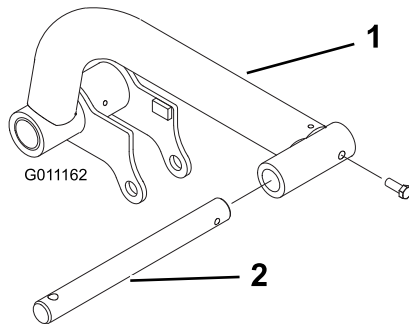

Figura 7
1. Inserte una barra de giro en cada brazo de elevación y alinee los taladros de montaje (Figura 7).